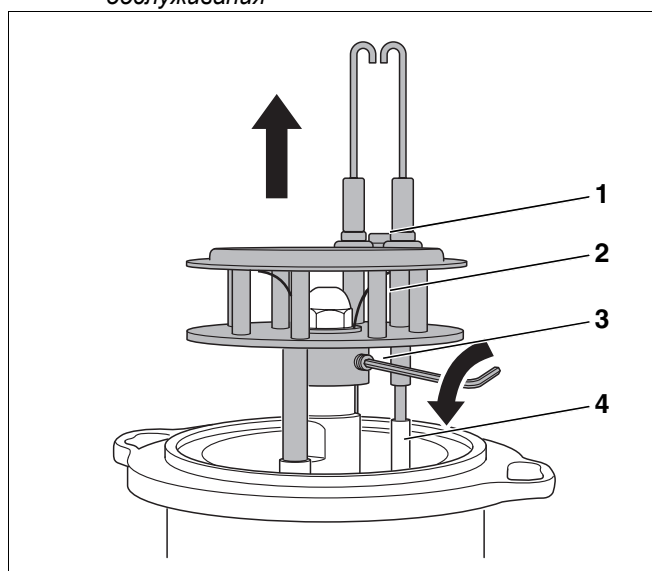

Рис. 33 Демонтаж смесительной системы
- Отвернуть винт (рис. 33, поз. 1) между запальными электродами.
- Отсоединить провода от запальных электродов (рис. 33, поз. 4).
- Ослабить штифт (рис. 33, поз. 3, стр. 30) и вынуть вверх смесительную систему (рис. 33, поз. 2, стр. 30).